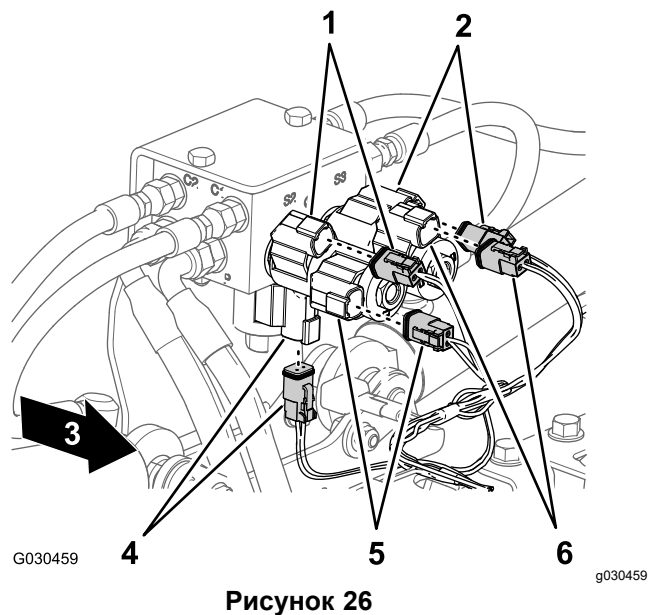

**Рисунок 25**
4. На машинах с системой опрыскивания ExcelaRate отсоедините 3-гнездовой разъем заднего жгута проводов от 3-штыревого разъема датчика давления (**Рисунок 25**).